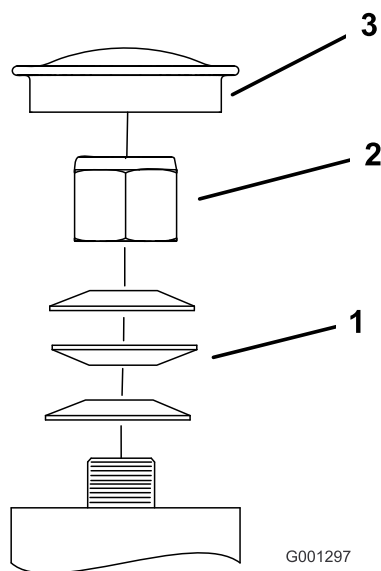

Figure 57
3. Retirez le capuchon antipoussière de la roue pivotante et serrez le contre-écrou (Figure 57).
4. Continuez de serrer le contre-écrou jusqu'à ce que les rondelles élastiques soient aplaties, puis desserrez-le de 1/4 de tour pour obtenir la précharge correcte des roulements (Figure 57).
Important: Veillez à placer les rondelles comme illustré (Figure 57).
5. Remettez le capuchon antipoussière en place (Figure 57).